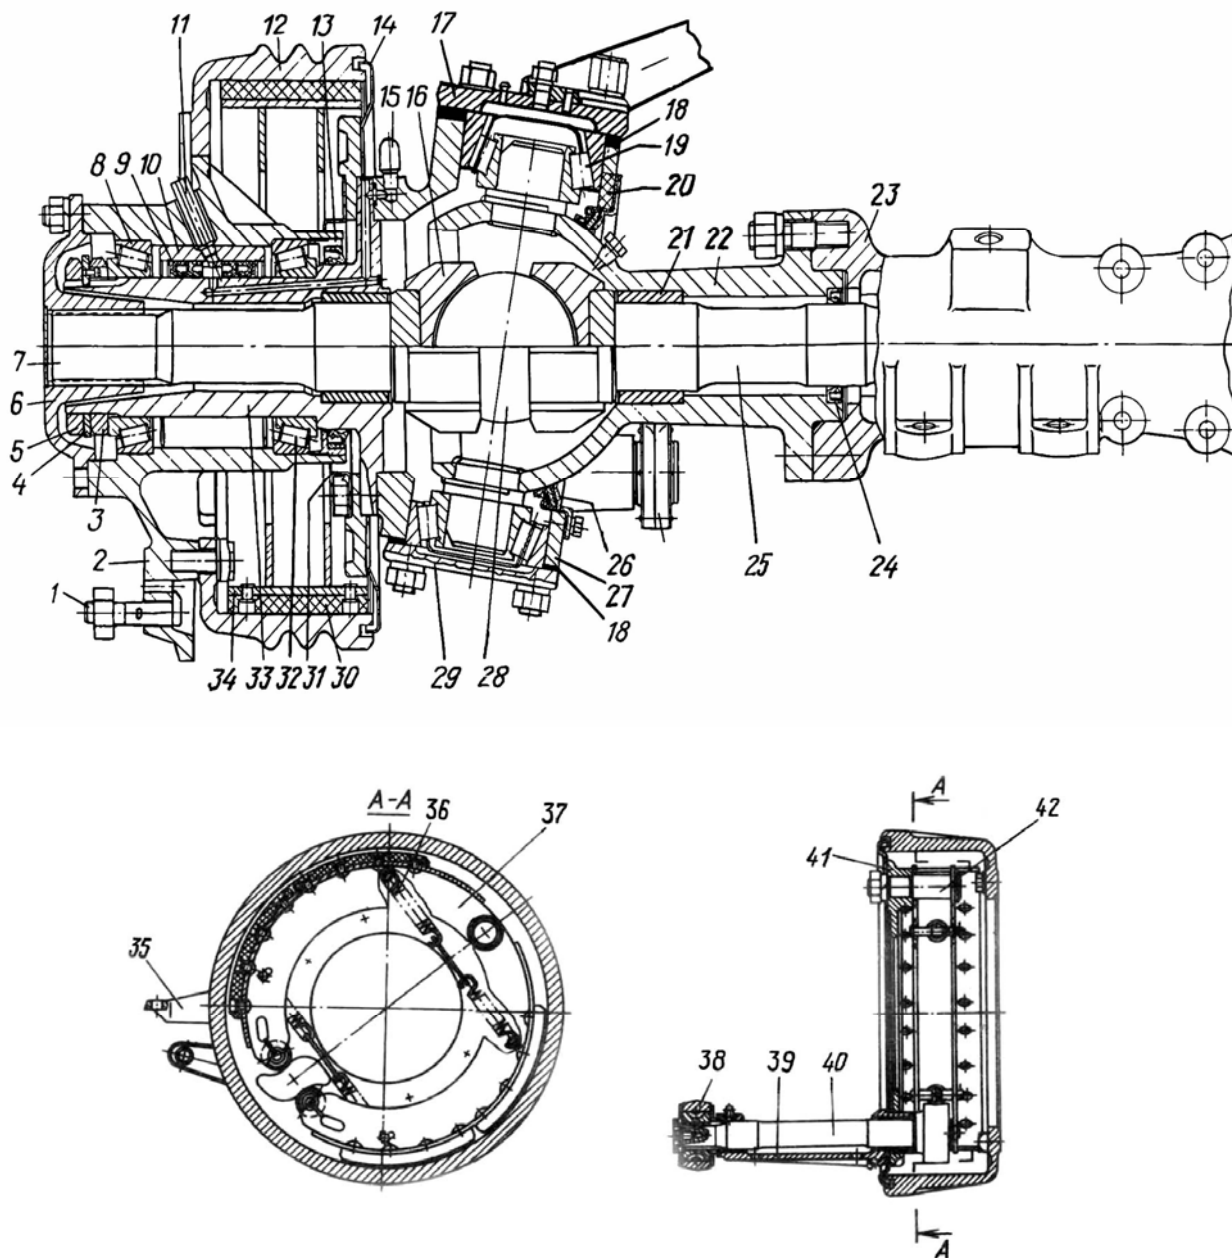
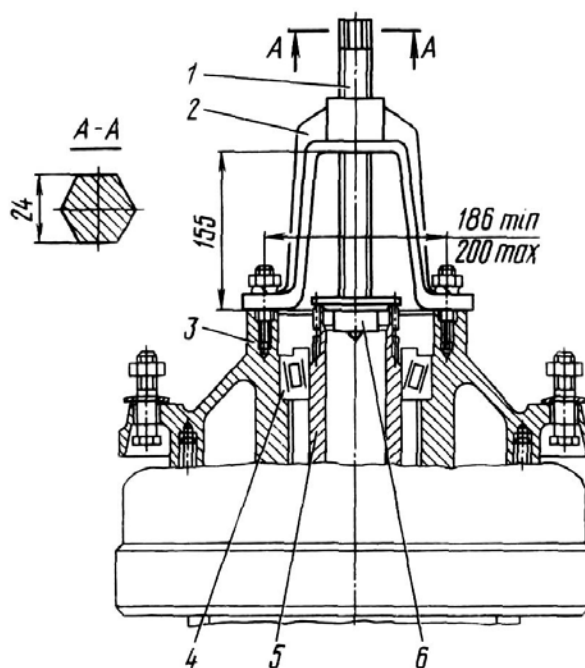

Рис.44. Передний ведущий мост:
Рис.45. Спрессовка ступицы колеса:
Устройство переднего моста показано на рис.44.
- Отверните гайки крепления фланца 6 (см. рис.44) полуоси и с помощью съемных болтов отделите и снимите фланец.
- Сдвиньте ступицу 3 (рис.45) с помощью съемника с посадочного места и, пошатывая ступицу, извлеките внутреннюю обойму наружного подшипника 8 (см. рис.44).
19. Снимите корпус поворотного кулака 27 (см. рис.44) с шаровой опоры 22, извлеките из выточки корпуса уплотнительное кольцо.